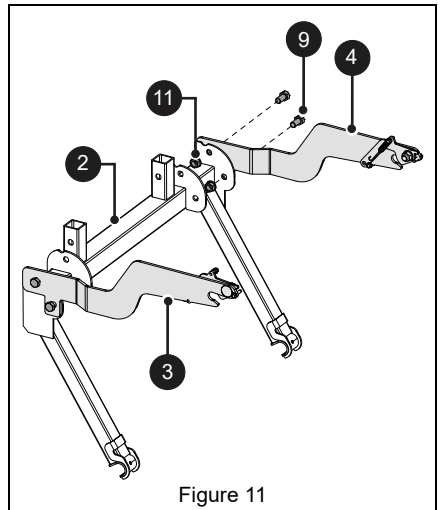

Figure 11
4. Monter le bras droit d'ensacheuse (élément 4) sur la barre d'ensacheuse (élément 2) avec deux boulons à six pans (élément 9) et deux écrous à embase à blocage supérieur (élément 11). Ne pas serrer. Répéter sur le bras gauche d'ensacheuse (élément 3). Voir Figure 11.